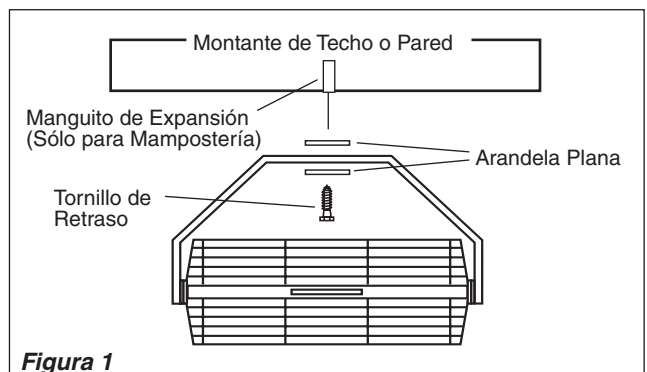

Figura 1
1. **ESTRUCTURAS DE MADERA:** Localice el montante de pared o techo más cercano a la ubicación deseada para el Ventilador. Una el Ventilador al montante, usando uno Tornillo de Retraso de 5/16" de diámetro x 2" de longitud (No Proporcionados). (Figura 1)